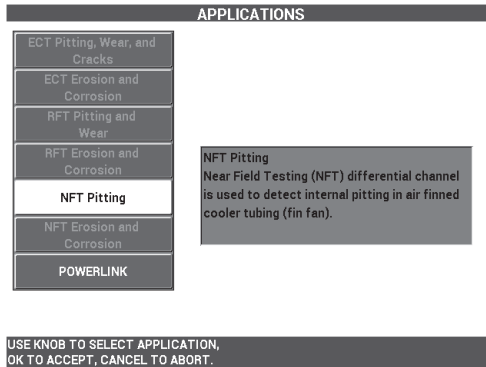

図 5-223 NFT ピittingアプリケーション
2. **続行**（A キー）を選択してアプリケーション選択メニューを開き、ノブを使用して NFT **ピitting**を選択してから✓ を押して確定します（289 ページの図 5-223 参照）。